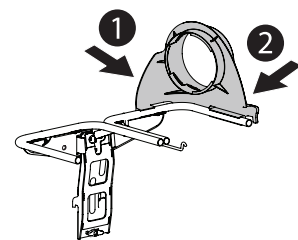

Figura 8
1. Coloque a presión el soporte del canal plástico superior en su lugar primero cortando la porción lateral hacia el riel de soporte de la embolsadora (1) como se indica en la Figura 8.
2. Calce a presión el lado delantero del soporte del canal al riel (2), como se muestra en la Figura 8.